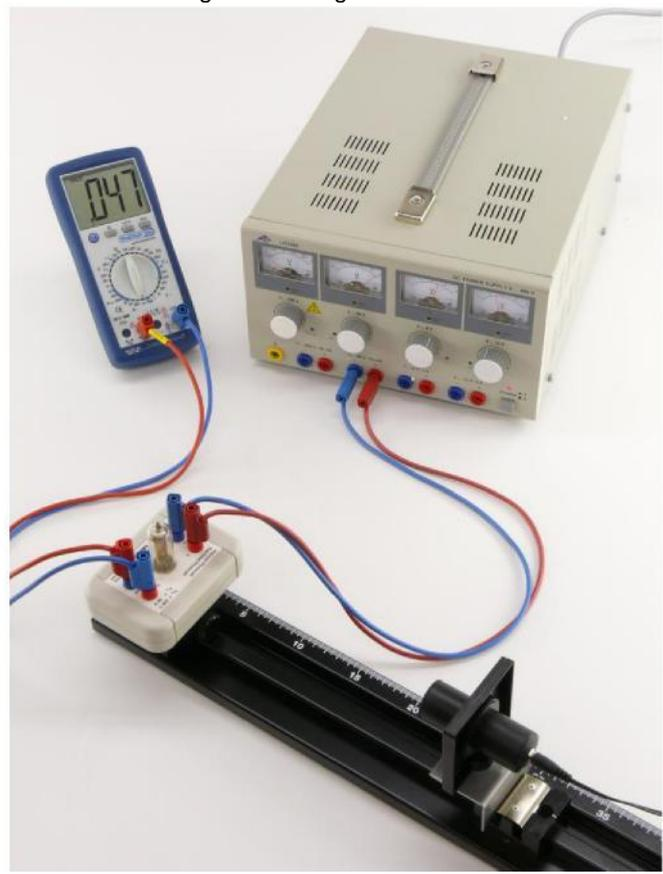

Fig. 2 Experimentieraufbau zum Nachweis des Fotoelektrischen Effekts
- Fozelle in Stativmaterial oder auf einer Optischen Bank aufbauen (Fig. 2).